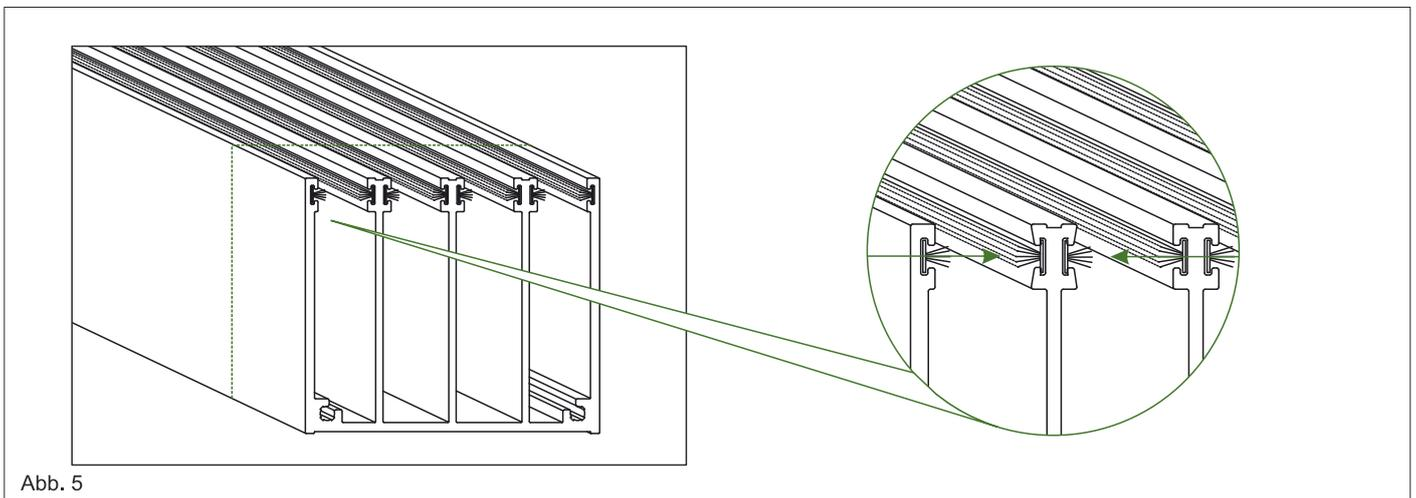

Abb. 5
6. Messen Sie nun die Länge für die Ober- und Unterschien Ihres Glasschiebewandsystems. Schneiden Sie die Profile für die Glasschiebewand zu, lassen Sie ca. 2 bis 4 mm Spielraum beim zuschneiden der Profile mit der Kappsäge. Kürzen Sie überstehende Bürstenreste und drücken Sie die Enden der Bürstenfassungen an beiden Enden mit einer Zange zusammen. Durch das Zusammendrücken bleiben die Bürsten in Ihren Fassungen. Siehe Abb. 5.